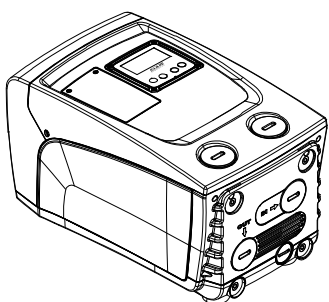
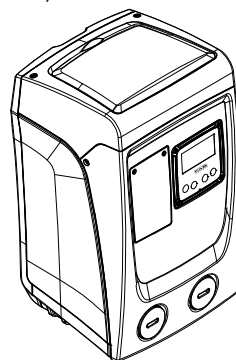

Abbildung 4
Abbildung 5
**SEITE F:** wie an dem zu entfernenden Etikett angegeben, hat der 1" Deckel auf Höhe der Aufschrift „IN“ an der Seite C eine zweifache Funktion: Im Fall der Horizontalinstallation fungiert die durch den Deckel verschlossene Ablassöffnung als Füllöffnung des Systems (siehe nachfolgend „Füllvorgang“, Abschn. 2.2.3); im Fall der Vertikalinstallation kann die gleiche Ablassöffnung die Funktion des Eingangswasseranschlusses ausüben (genau wie der mit „IN“ auf der Seite C als Alternative angeführte). Der andere 1" Deckel gibt Zugriff auf einen zweiten Vorlaufanschluss, der gleichzeitig oder alternativ zu dem mit „OUT“ an der Seite C angegebenen benutzt werden. Das Benutzerschnittstellenpaneel setzt sich aus einem Bildschirm und einer Tastatur zusammen und dient der Anlageneinstellung, der Statusabfrage und Mitteilung eventueller Alarmzustände. Die mit 2 Schrauben verschlossene Klappe bietet Zugriff auf ein Fach für die außerordentliche Wartung: Reinigung des Rückschlagventils und Wiederherstellung des Fülldrucks im Tank. Das Gerät kann mit 2 verschiedenen Konfigurationen installiert werden: horizontal (*Abb.4*) oder vertikal (*Abb.5*).